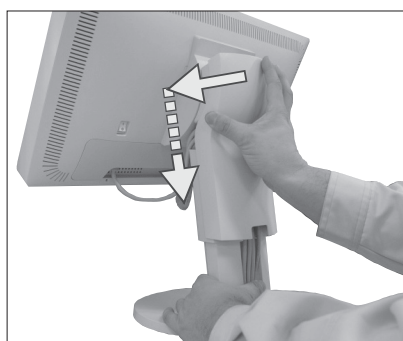
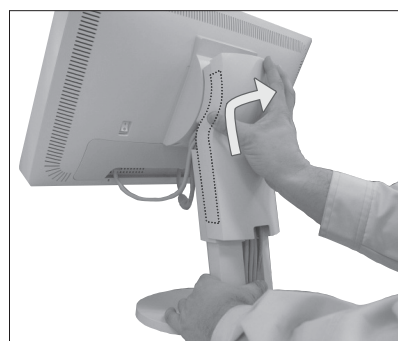

Figure C.5
Figure C.6
11. Maintenez fermement tous les câbles et placez le cache-câble sur le support (**Figure C.5**). Pour retirer le cache-câble, soulevez le couvercle comme indiqué sur la **Figure C.6**.